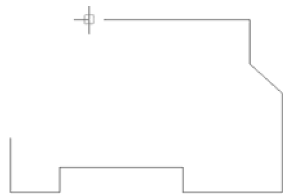

图 2-16 绘制长度为 65mm 的直线
11) 绘制长度为 65mm 的直线。拖动光标向左, 通过键盘输入 “65”, 按回车键, 操作结果如图 2-16 所示。